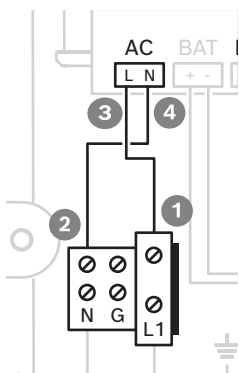

Figura 3.2: Collegamenti dell'indicatore LED
2. Collegare il conduttore blu alla porta contrassegnata con N (Figura 3.2, posizioni 2 e 4).
3. Collegare il conduttore marrone alla porta contrassegnata con L (Figura 3.2, posizioni 1 e 3).
4. Collegare il conduttore singolo marrone alla posizione 3, contrassegnata con L (Figura 3.2).
5. Collegare l'altra estremità dal conduttore marrone alla posizione 1, contrassegnata con L1 (Figura 3.2).
6. Collegare il conduttore singolo blu alla posizione 4, contrassegnata con N (Figura 3.2).
7. Collegare l'altra estremità dal conduttore blu alla posizione 2, contrassegnata con N (Figura 3.2).
2. Collegare il conduttore neutro al morsetto N (Figura 3.2).
3. Collegare il conduttore di fase al morsetto L1 (Figura 3.2).